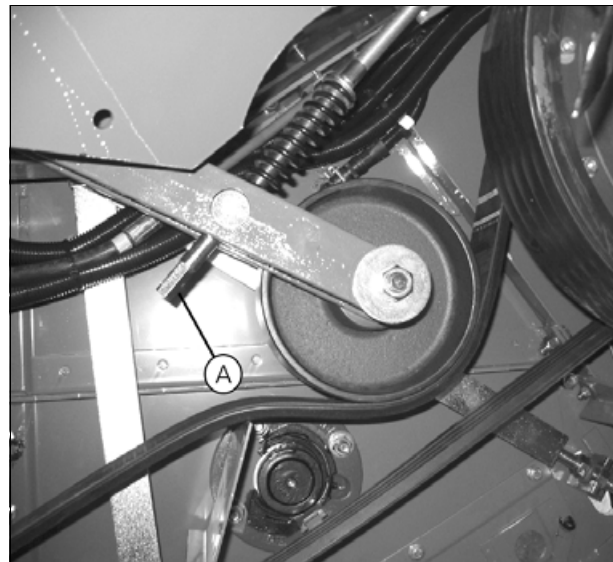

Рис. 13.
13. Отрегулируйте пружину на натяжителе ремня (A) (рис. 13) до длины 100 мм и зафиксируйте ее контргайкой. При установке нового ремня пружину можно отрегулировать до 97 мм, так как новый ремень слегка растянется через некоторое время.
15. Отрегулируйте пружину на натяжителе ремня (A) (рис. 13) до длины 100 мм и зафиксируйте ее контргайкой. При установке нового ремня пружину можно отрегулировать до 97 мм, так как новый ремень слегка растянется через некоторое время.